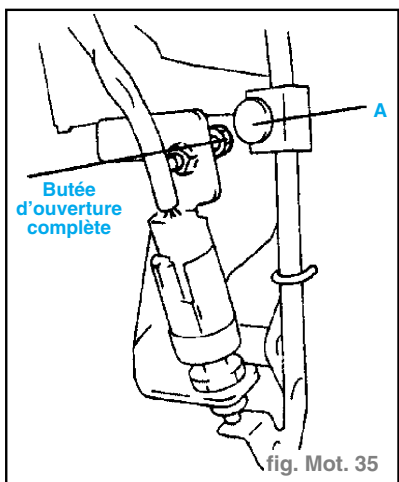

fig. Mot. 35
- Appuyer sur la pédale d'accélérateur à la main jusqu'à ce que la butée d'ouverture complète entre en contact avec **A** comme illustré sur le schéma. (fig. Mot. 35)